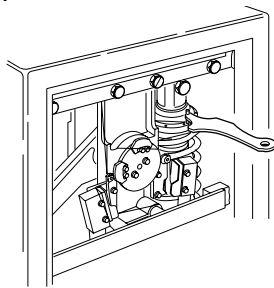

Рис.12
- Настройте предустановочную кольцевую гайку, используя поставляемый гаечный ключ, как показано на рис.12. Стрела считается правильно отрегулированной, когда она достаточно устойчива в положениях 0° и 90°.